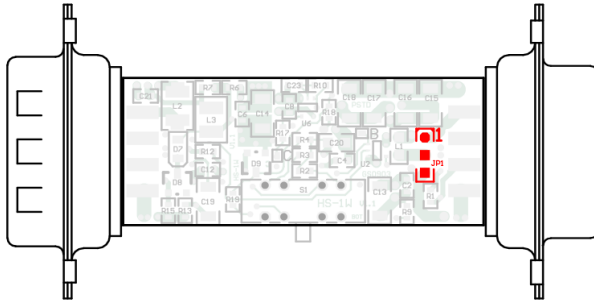

Abbildung 2: Position des Lötfeldes JP1 auf der Unterseite des geöffneten PCAN-AU5790
2. Auf der Unterseite der Platine verbindet auf dem Lötfeld JP1 ein 0-Ohm-Widerstand die unteren beiden Lötunkte (siehe Abbildung 2). Löten Sie den Widerstand um, so dass er die oberen beiden Lötunkte miteinander verbindet. Alternativ können Sie den Widerstand entfernen und die Lötunkte mit einer Lötbrücke verbinden.